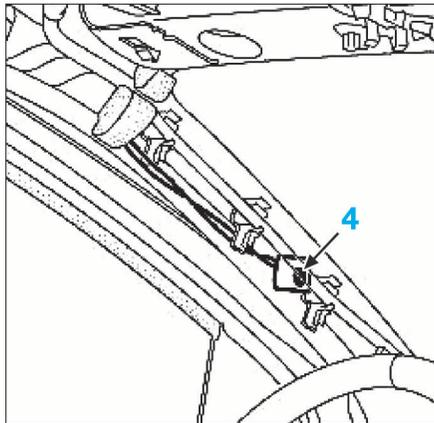

FIG. 9
- Déposer les fixations (2) du module d'airbag.
- Déposer le pion de maintien arrière (3).
- Déposer le pion de maintien avant (4) (Fig.9).